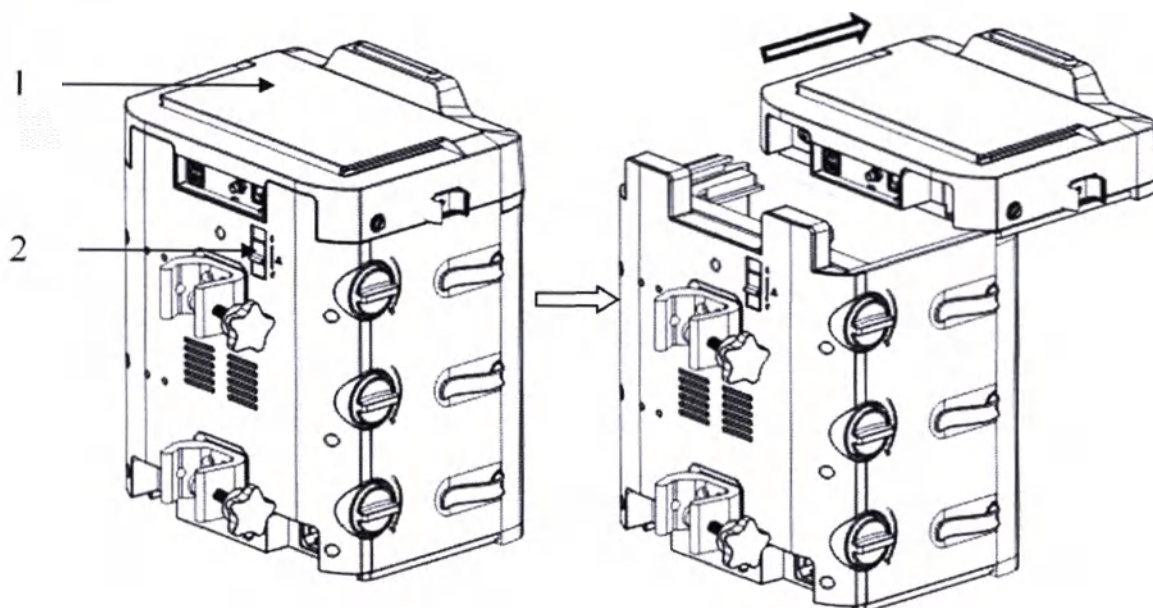

Рис. 12. Разъединение блока управления и коммуникационного модуля.
Для разъединения блока управления и коммуникационного модуля установите фиксатор (2) в нижнее положение. Затем сдвиньте блок управления (1) назад как показано на рис. 12.